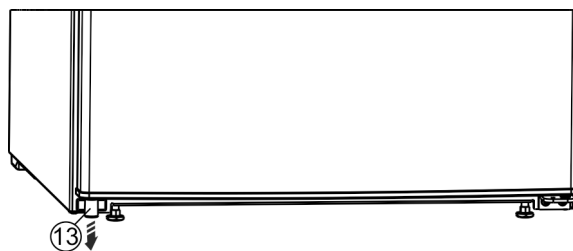

Fig. 13*
- ▶ Spodaj levo iz vrat vzemite distančnik Fig. 13 (13)*